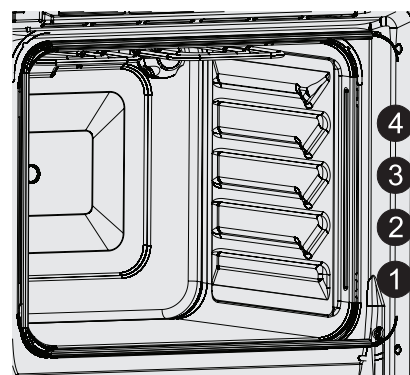
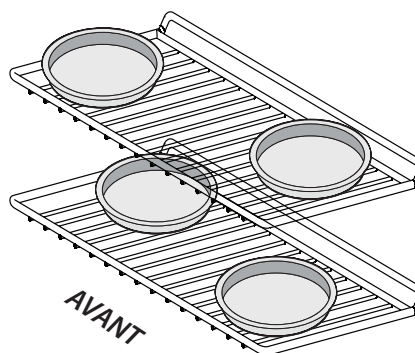

Figure 13: Positions des grilles du four
Figure 15: Cuisson sur plusieurs niveaux et grilles
- Pour de meilleurs résultats lorsque vous utilisez une grille de four, placez les grilles aux positions 2 ou 3 (Figure 13).
- Pour de meilleurs résultats lorsque vous faites cuire des gâteaux ou des biscuits à l'aide de deux grilles de four, placez les grilles aux positions 1 et 3 (Figure 13) et placez les moules comme illustré à la figure 15.